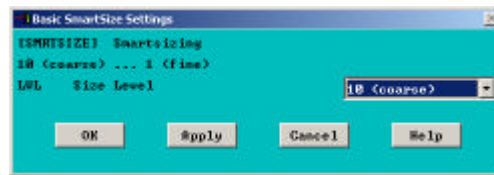

图 19 网格划分密度对话框
2. 在出现的对话框中选择 10(Coarse)，见图 19。